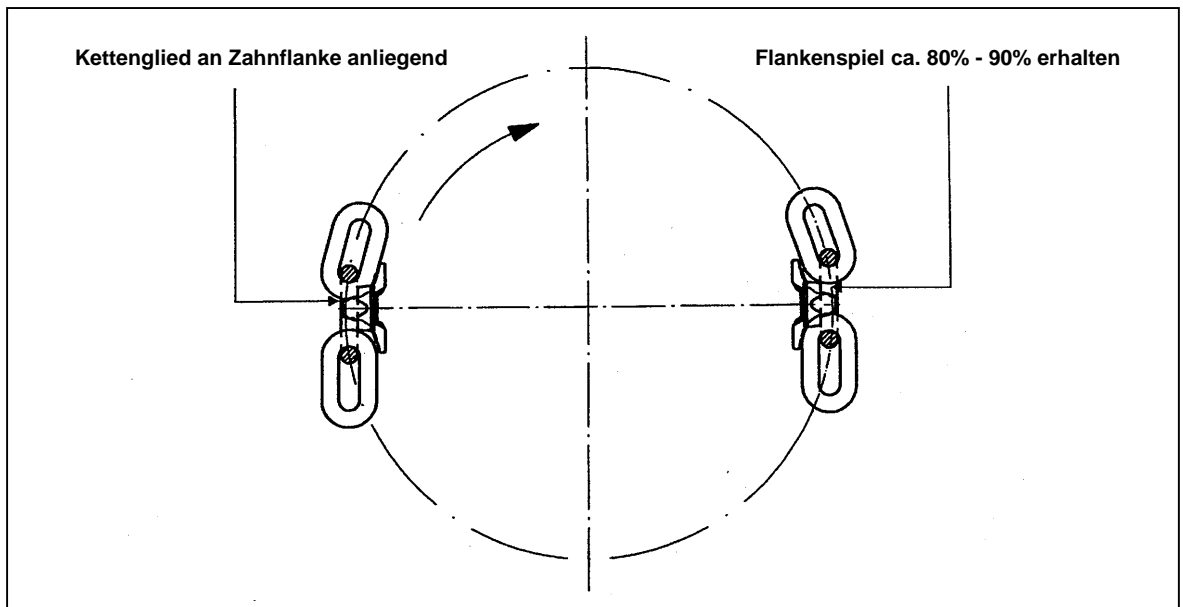

Bild 5
7.2 Bei theoretischer Nennlänge der Kette (Bild 5)